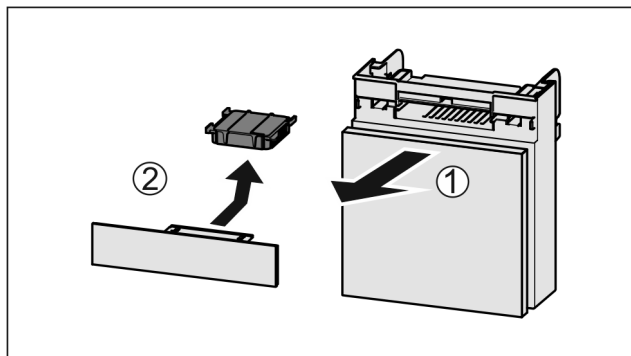

Fig. 169
- Zásuvku vytáhněte dopředu Fig. 169 (1).
- Filtr s aktivním uhlím vyjměte Fig. 169 (2).